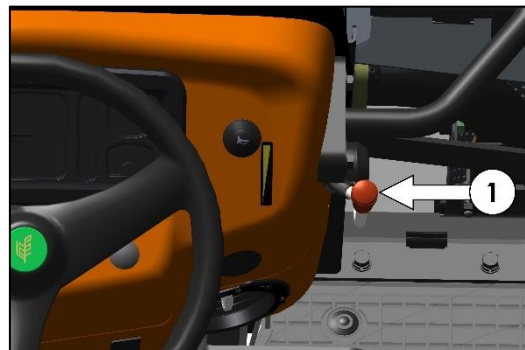

Fig. 151 : LEVIER D'ACCÉLÉRATEUR À MAIN À MI-COURSE
2. Actionner le levier d'accélérateur à main à mi-course (voir figure 151).